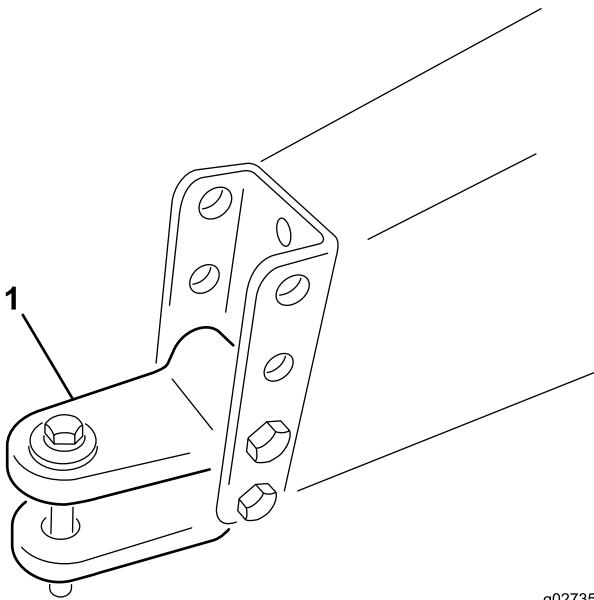

Figura 3
- Togliete i bulloni e i dadi di bloccaggio che fissano l'uncino dell'attacco di traino (Figura 3) al telaio della macchina.